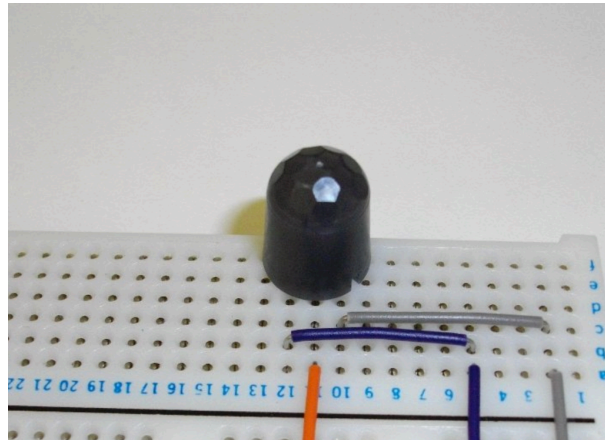

図1: 焦電センサ
1.1 図1の電子部品（焦電センサ AMN31111）を次のような点から調べなさい。